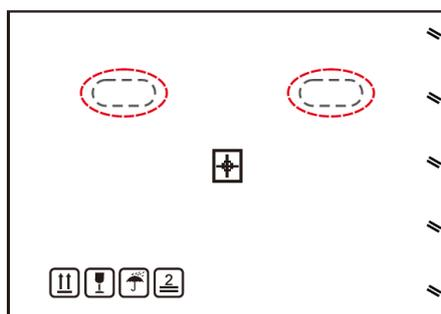

Рисунок 3.3 Красным отмечены ручки для удобного переноса инвертора
1. На рисунке 3.3 красным обозначена перфорация для ручного переноса коробки с инвертором внутри. Нажмите на перфорацию и переносите инвертор за образовавшиеся ручки. (см. Рисунок 3.3).